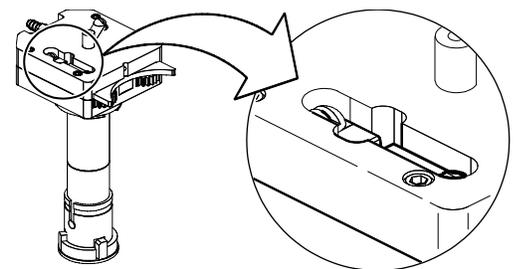

Abbildung 36 Inspektion der Klammerschrauben
11. Sorgen Sie dafür, dass die beiden Klammerschrauben fest sitzen. Siehe Abbildung 36.